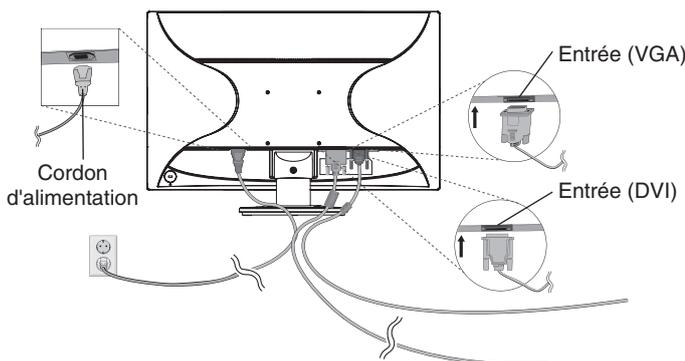

Figure C.1
3. Branchez tous les câbles aux prises appropriées (**Figure C.1**).